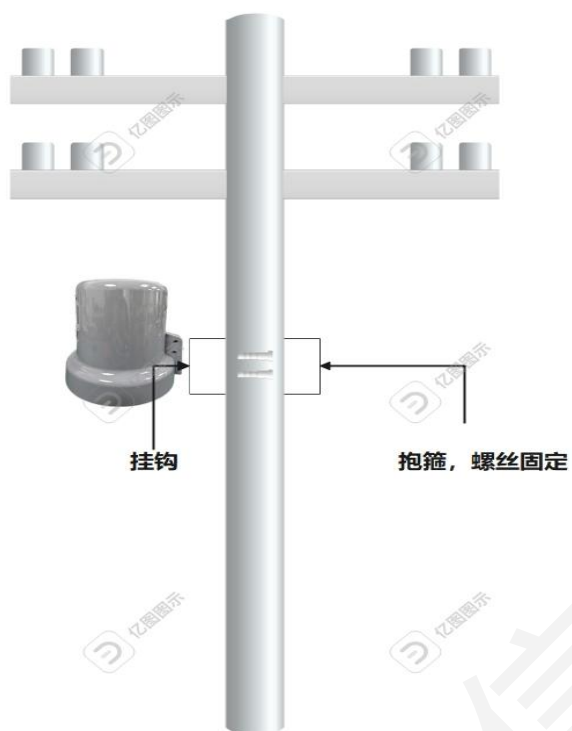

图 5 智能监控终端安装说明
- 4.1.5 装置须如图所示安装；（图 5 智能监控终端安装说明）